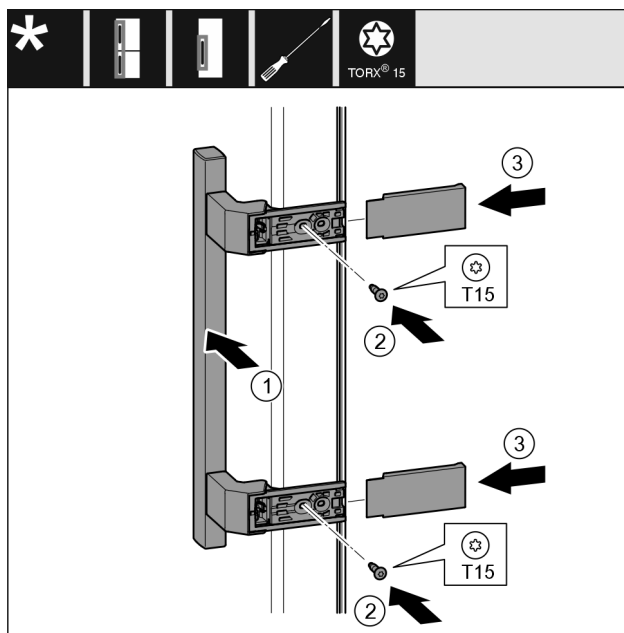

Fig. 21
- Поставете дръжката Fig. 21 (1) от другата страна.
- С отвертка затегнете винтовете Fig. 21 (2).
- Поставете отстрани капачите Fig. 21 (3) и ги нахлузете.